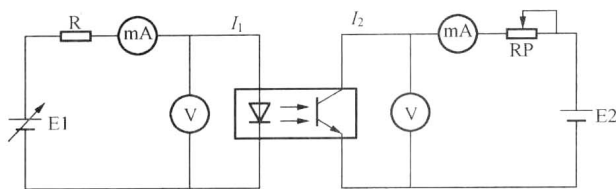

图 1-15 测量光耦合器饱和压降的电路
(1) 光电流。向光耦合器的输入端注入一定的工作电流 ($I_1 = 10\text{mA}$)，使发光二极管发光，在输出端调节负载电阻 (约 500Ω) 并加一定电压 (通常为 10V)，输出端所产生的电流就是光电流。以光敏晶体管为光敏器件的光耦合器，光电流一般在几毫安。
(2) 饱和压降。在输入端注入一定电流 ($I_1 = 20\text{mA}$)，输出端加一定电压 (10V)，调节负载电阻，使输出电流 I_2 饱和 (如 2mA)，此时光耦合器两输出端之间的压降即为饱和压降。通常，光敏晶体管型光耦合器的饱和压降约 0.3V ，达林顿型光耦合器的饱和压降约为 0.6V 。测试电路如图 1-15 所示。
(1) 首先用数字万用表的二极管挡找到输入端 (发光二极管)，并确定其正负极。将输入端接数字万用表的 NPN 插孔，正极接 C 孔，负极接 E 孔，以提供发光二极管工作电流。然后用指针式万用表的 $R \times 1\Omega$ 挡测量输出端的电阻。黑表笔接光敏晶体管的 C 极，红表笔接 E 极，万用表内 1.5V 电池作光敏晶体管的电源。光敏晶体管 C-E 极间电阻变化实际上就是光电流的变化。指针的偏转可反映电流传输特性，偏转角度越大，光敏转换效率越高。
(2) 在图 1-15 的电路中，如果光耦合器的输入端加上数伏电压，光敏晶体管的发射极对地串联一个数千欧姆的负载电阻，那么质量好的光耦合器，负载电阻上应可测得一定的直流电压。